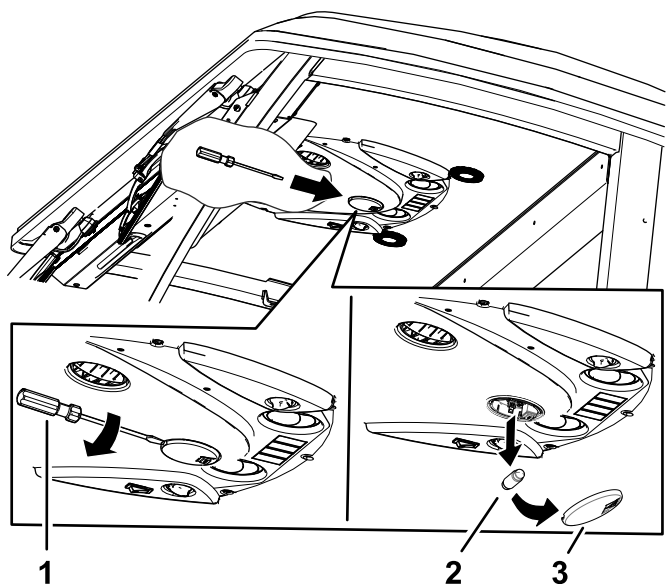

Bild 91
1. Verwenden Sie einen Schraubendreher, um die Lichtscheibe vom Bedienfeld zu entfernen (**Bild 91**).
2. Entfernen Sie das Leuchtmittel aus der Fassung (**Bild 91**).